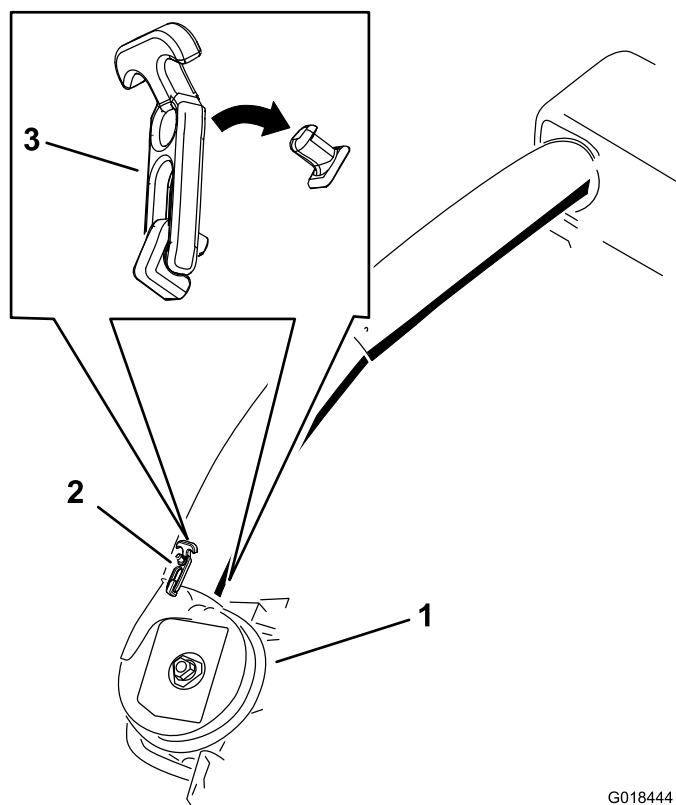

Bild 29
6. Befestigen Sie das untere Rohr mit beiden Riegeln am Gebläse (Bild 29).
21. Befestigen Sie das untere Rohr mit beiden Riegeln am Gebläse (Bild 29).